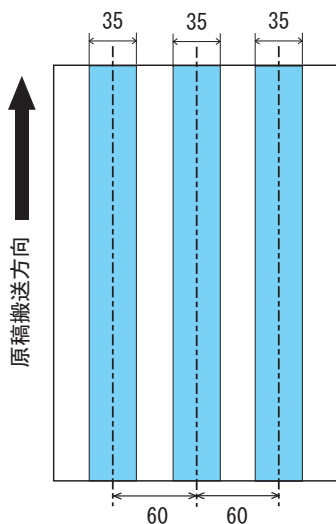

図1
- 原稿の中央、左側、右側の 35 mm (1.4 インチ) の領域には、穴あけをしてはいけません。(図 1 参照)
- 原稿の中央、左側、右側の 35 mm (1.4 インチ) の領域には、のりなどで他の原稿を貼り付けてはいけません。(図 1 参照)
- 図 1 の領域は、Software Operation Panel を使って変更することができます。詳しくは、「8.4 マルチフィード検出の設定」(171 ページ) を参照してください。